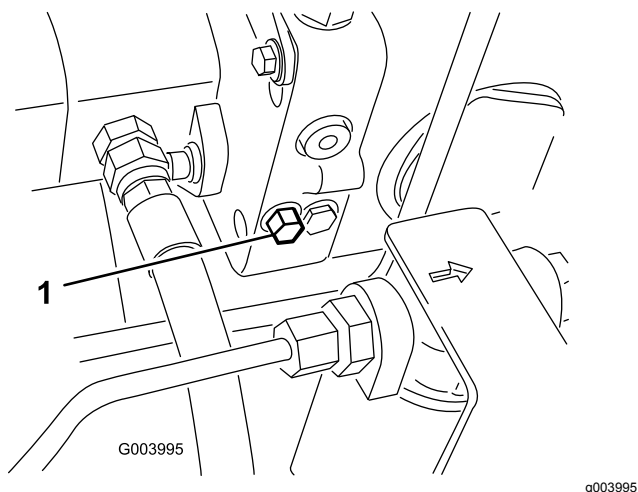

Figura 40
1. Fate ruotare di un giro e mezzo il bullone della valvola di bypass per aprire e lasciare bypassare l'olio all'interno (Figura 40).